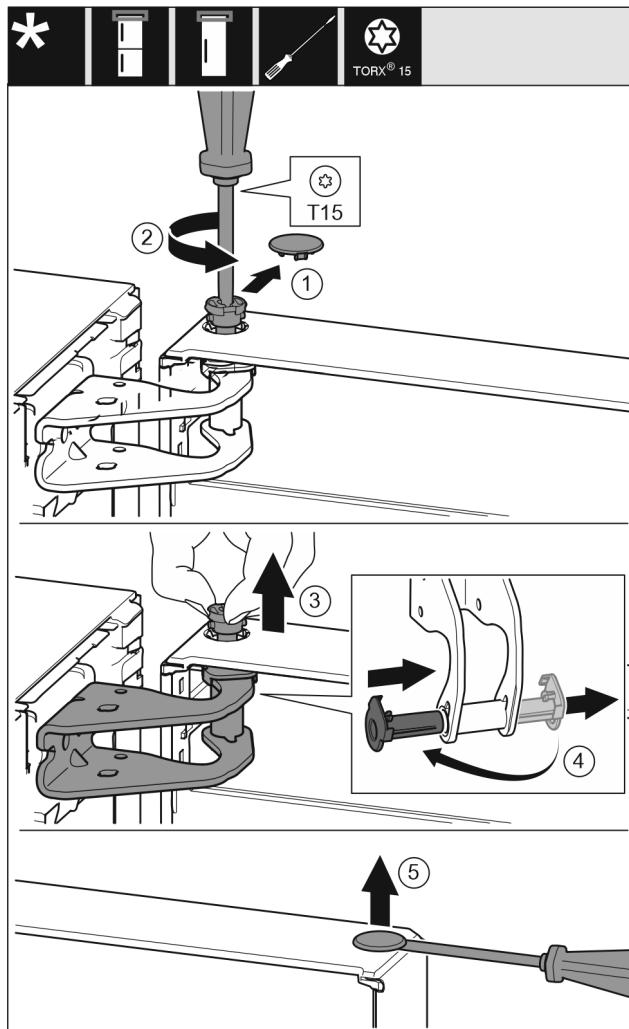

Fig. 7
- Opatrne vytiahnite pojistný kryt. Fig. 7 (1)
- Skrutkovačom T15 trochu vyskrutkujte čap. Fig. 7 (2)
- Pevne držte dvere a čap vytiahnite prstami. Fig. 7 (3)
- Puzdro ložiska vytiahnite z vedenia. Nasadte z druhej strany a zaklapnite. Fig. 7 (4)
- Plochým skrutkovačom opatrne nadvihnite a vyberte zátku z puzdra ložiska dverí. Fig. 7 (5)